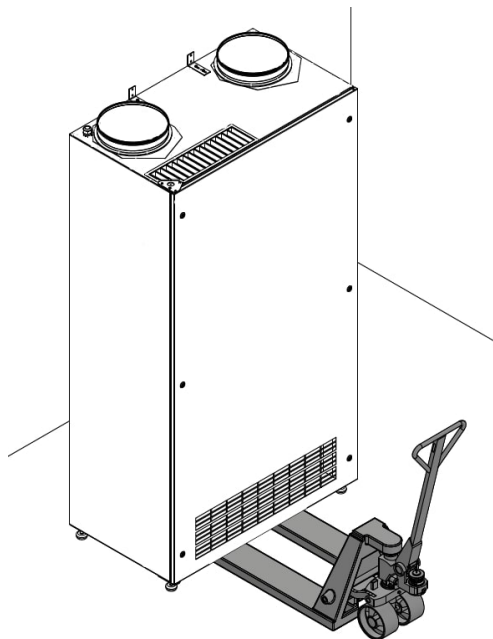

Abbildung 26: Bewegen Sie das Gerät an seinen Platz
2. Stellen Sie das Gerät aufrecht an seinen endgültigen Standort, möglichst nah an die Wand. Bewegen Sie das Gerät etwa mit einem Palettenhubwagen, siehe Abbildung 26 unten.